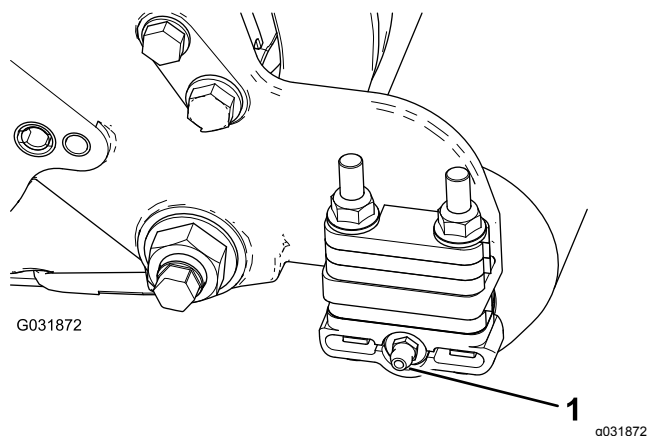

Figure 7
1. Déposez le graisseur du rouleau sur le côté du plateau de coupe sur lequel est fixé le carter de brosse (Figure 7).